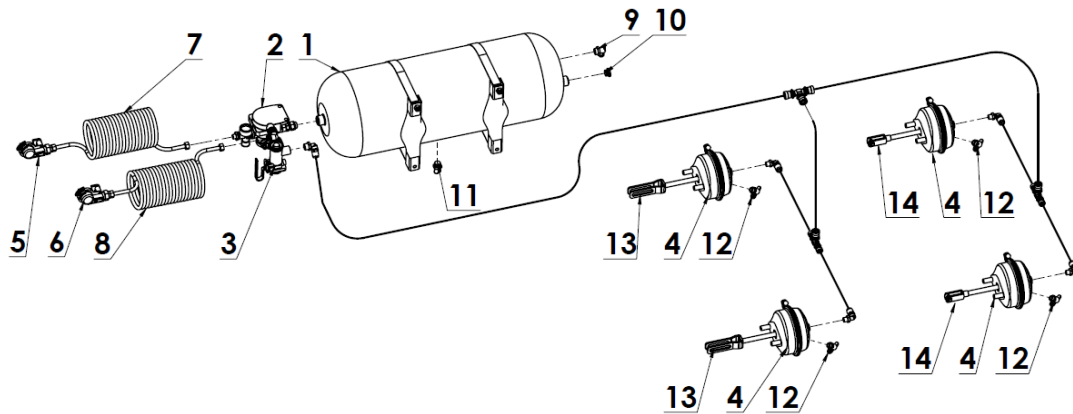

Abbildung 7. Zweikreis-Druckluftbremsanlage - Dungstreuer N267/2:
- Zweikreis-Druckluftbremsanlage N267/2 (Abbildung 7),